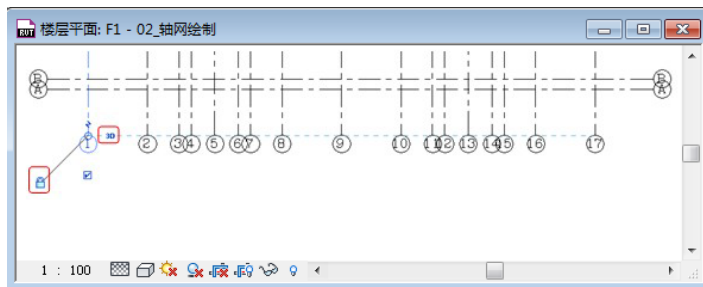

图 1-21
- 9) 如果绘制完成后发现轴网不在四个立面符号中间，可以框选所有轴网，使用功能区移动命令，调整轴网位置，选择任意轴网，轴网标头内侧将出现空心圆，按住空心圆向上或向下拖动，将调整轴网长度，锁形标记表示该标头与其它标头对齐（如图 1-21 所示）。